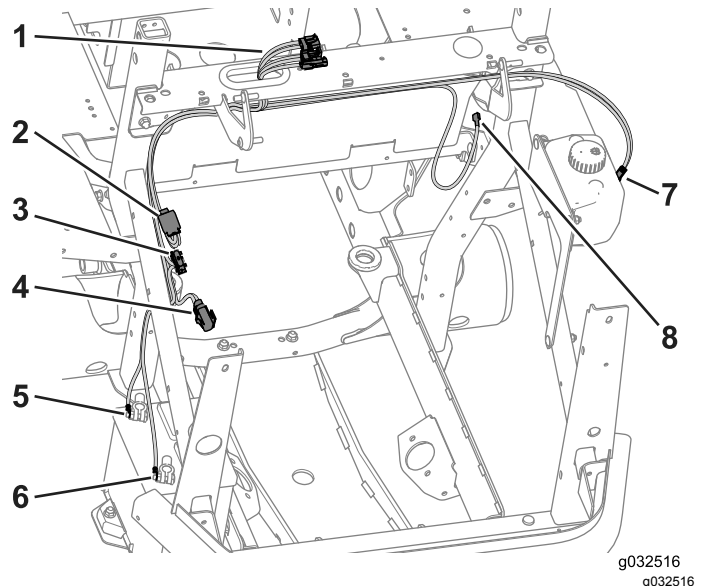

Figura 39
1. Enrute los 3 conectores de la cabina por el anillo de goma (Figura 39).
2. Enrute el cable eléctrico auxiliar a través del soporte del bastidor, hacia abajo por el tubo del ROPS y hacia los controles del operador (Figura 39).
3. Enrute el cable del lavaparabrisas a través del soporte del bastidor, hacia abajo por el tubo del ROPS y hacia el depósito del lavaparabrisas (Figura 39).